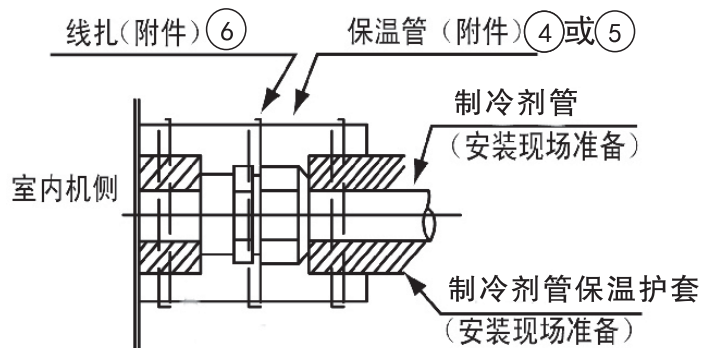

图 18 管的保温
连接完制冷剂管后, 用随机附带的保温管④和⑤ 将制冷管道保温, 并用扎带⑥扎紧, 见图 18。